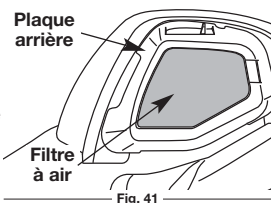

Fig. 41
2. Retirez le filtre à air (Fig. 41).
6. Remplacez le filtre à air dans la plaque de base (Fig. 41).